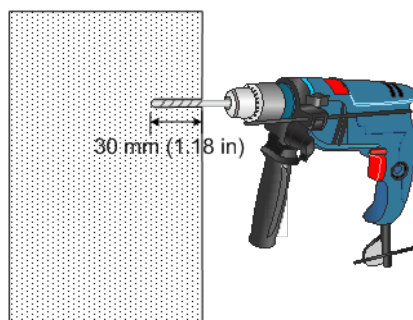

図 7-17 壁面の穴あけ
- 2) マーキングをした位置に、図 7-17の通り直径 6mm/深さ 30mm の穴を空けてください。